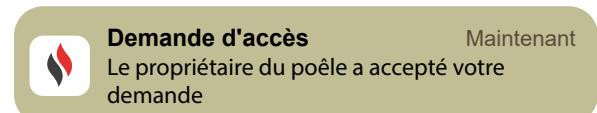

Fig. 8.35
- lorsque la demande d'accès est acceptée par le compte « propriétaire », une notification arrive au nouveau compte en attente de confirmation (Fig. 8.35).